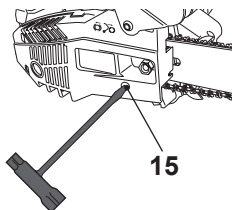

Fig. 11
- > Tournez la vis de tension [15] jusqu'à ce que les maillons d'entraînement touchent juste le bord inférieur du guide-chaîne [7] (Fig. 11, 12).